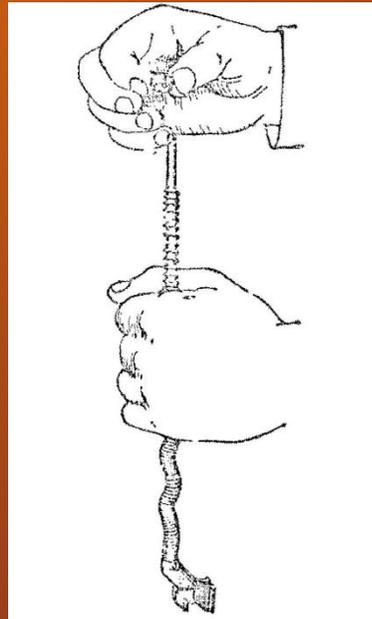

Рис. 13. Отделение муфты возвратного механизма
3) Разобрать возвратный механизм. Взять возвратный механизм в левую руку, поставить направляющий стержень вертикально пяткой книзу на стол или упор, сжать возвратную пружину вниз, правой рукой развести концы подвижного стержня и снять муфту (рис. 13); снять пружину с направляющего стержня; отделить подвижный стержень от направляющего стержня.